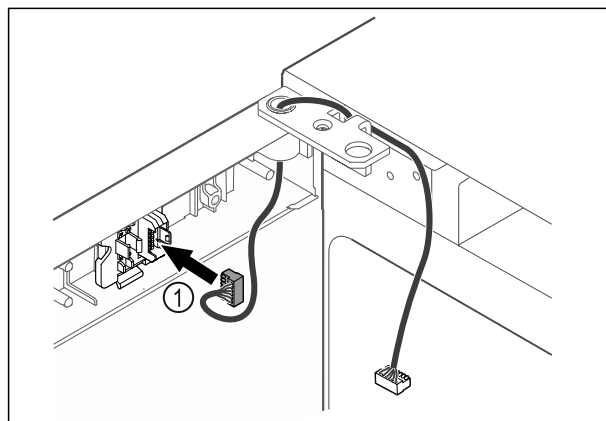

Fig. 40
- ▶ Вставьте штекер Fig. 40 (1) в держатель.